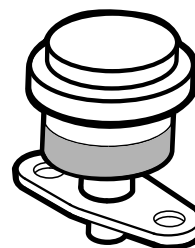

Figura 51
Effettuate la manutenzione del filtro primario dell'aria solo quando l'indicatore (Figura 51) lo richiede. Sostituendo il filtro dell'aria prima del necessario si aumenta il rischio che la morchia penetri nel motore quando si toglie il filtro.
1. Controllate la spia di ostruzione del filtro. Se la spia è rossa, è necessario sostituire il filtro dell'aria (Figura 51).